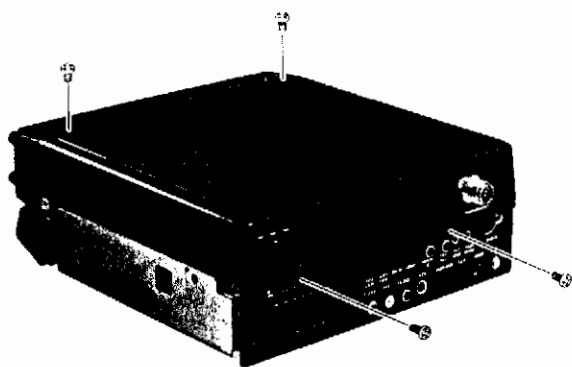

Figure 4: Dépose du capot-dissipateur
- Placez le transceiver à l'endroit, panneau arrière face à vous. Otez les 4 vis montrées sur la figure 4.
- Remettez en place le capot-dissipateur en positionnant le câble marqué en bleu clair autour de l'angle arrière-gauche du châssis (vu de l'arrière) puis, après vous être assuré qu'aucun câble ne soit pincé, remplacez les 4 vis (figure 4). Les deux du dessus ont des rondelles.